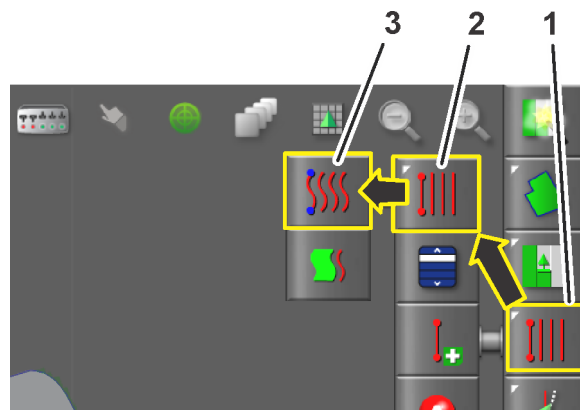

Figure 14
1. Sélectionnez le type de ligne guide courbe (Figure 14).